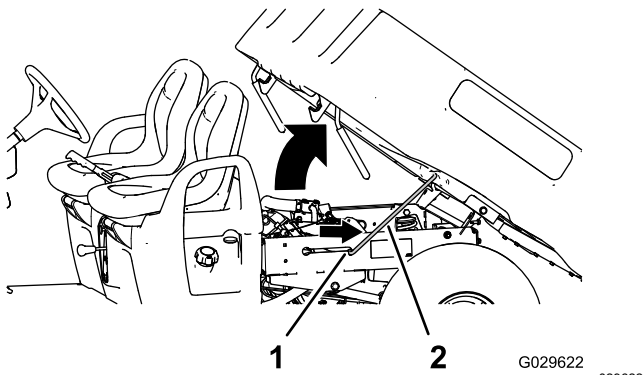

Figura 13
2. Tire de la varilla de sujeción hasta que entre en la muesca, afianzando la caja (Figura 13).
2. Extraiga la varilla de sujeción de la ranura de retención (Figura 13).
3. Baje la caja hasta que se enganche firmemente en su sitio (Figura 13).